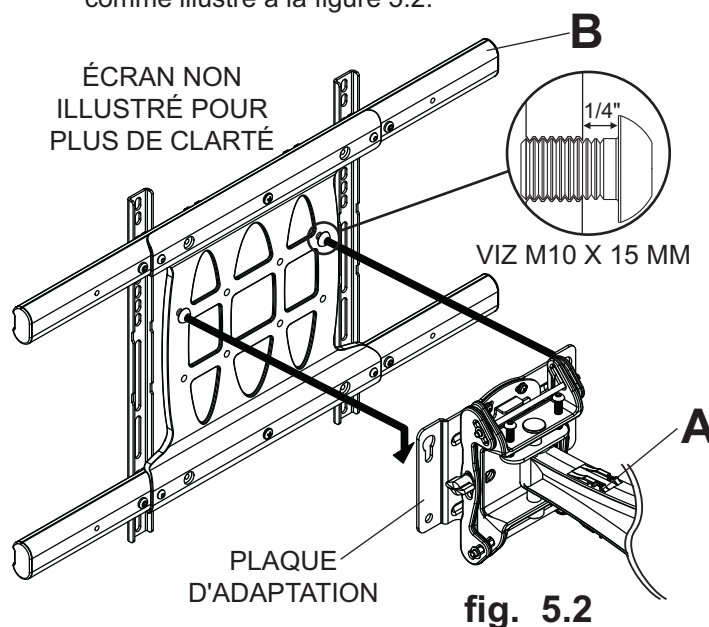

fig. 5.2
Accrochez les vis M10 x 15 mm sur les trous en forme de serrure de la plaque d'adaptation (A) comme illustré à la figure 5.2.